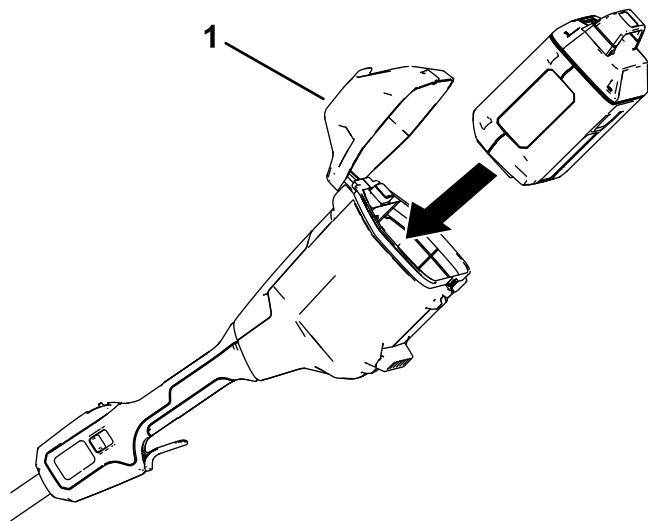

図 8
2. バッテリーリッドを開ける 図 8。
3. バッテリーパックのくぼみを、バッテリーコンパートメントの舌部に合わせる 図 8。
4. バッテリーがラッチにロックされるまで、バッテリーパックをバッテリーコンパートメントに押し込む 図 8。